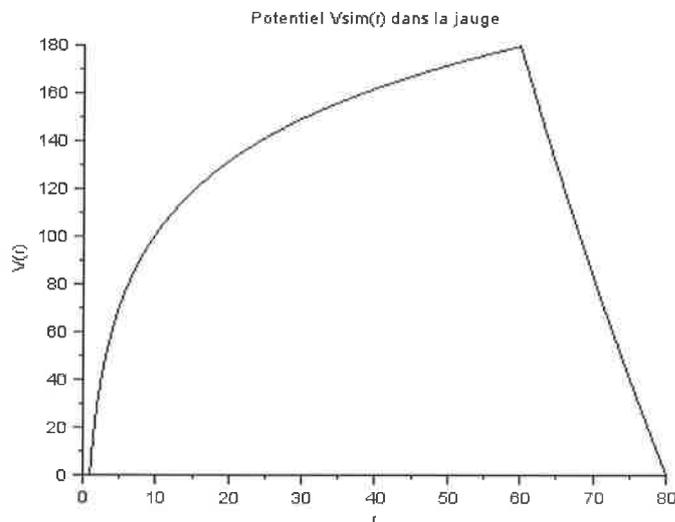

Figure B.6 : Potentiel  $V_{sim}(r)$ , ( $r$  est en mm)
**Q29.** L'allure du champ électrique en tout point intérieur de la jauge est donné sur la Figure B.6. représentant  $V_{sim}(M) = V_{sim}(r)$  en fonction de  $r$ .